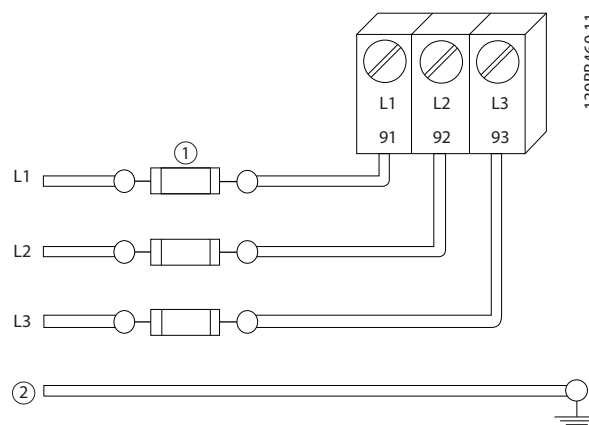

図 2.6 ヒューズ
- すべての周波数変換器は短絡および過電流保護を備えている必要があります。入力ヒューズが保護のために必要です。図 2.6 を参照してください。工場で装備されない場合、ヒューズはインストレーションの一部として設置作業員によって取り付けられます。10.3 ヒューズ仕様の最大ヒューズ定格を参照してください。